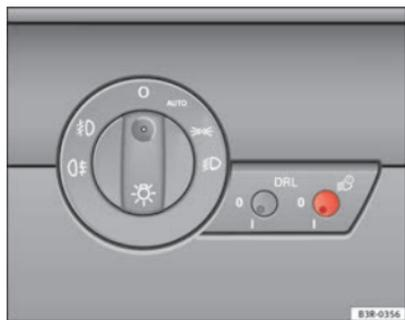

Fig. 86 Detalle del tablero de instrumentos: Funciones coming home y leaving home
- Pulse brevemente el botón ⇒ fig. 86 para sacarlo de su posición.